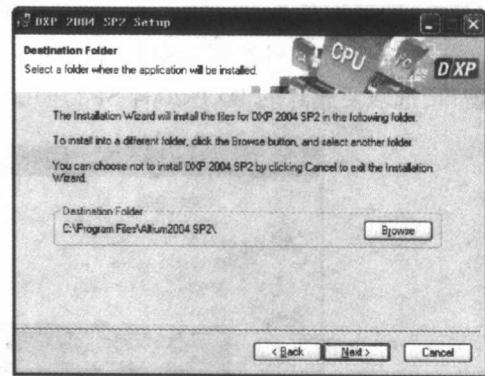

图 1-5 选择安装路径
⑤ 在【Full Name】文本框中输入用户名，在【Organization】文本框中填写公司的名称，单击【Next】按钮，进入如图 1-5 所示的窗口。